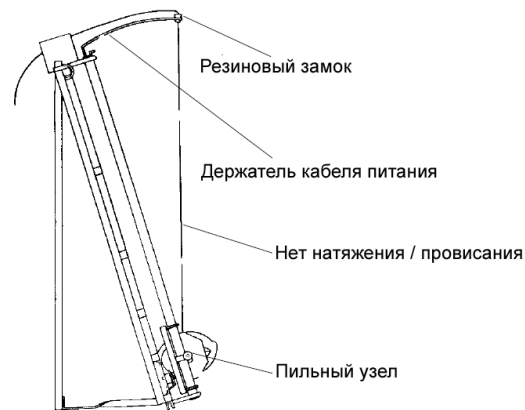

РИС. 9. Установка держателя кабеля питания
2. Выньте резиновый замок из кольца держателя. См. РИС. 9. Размотайте кабель питания, отсоедините его от мотора и проденьте через кольцо держателя.
3. Опустите пильный узел в максимально низкое положение (См. РИС. 9) и натяните кабель питания. Затем установите резиновый замок кабеля обратно в кольцо держателя.